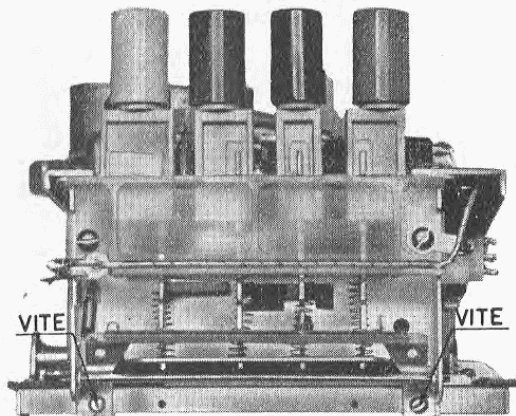

Fig. 5
Svitare ora, servendosi di un cacciavite crociato, le due viti con testa a croce (180) e (181) (i numeri si riferiscono al disegno di pag. 27) indicate nella figura 4 e le due viti fissanti la parte inferiore della pulsantiera (fig. 5).